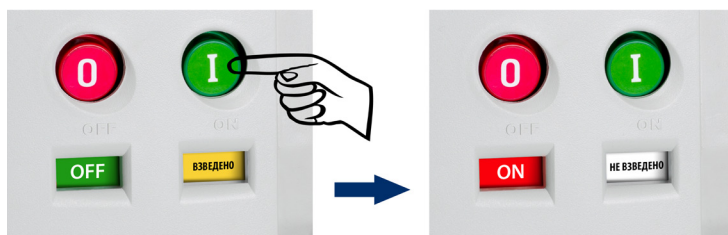

Рисунок 29 – Ручное включение
4.6.2.2 Указатель положения «ON/OFF» будет показывать "ON" (ВКЛ.), указатель взвода пружины - «НЕ ВЗВЕДЕНО», смотри рисунок 29.